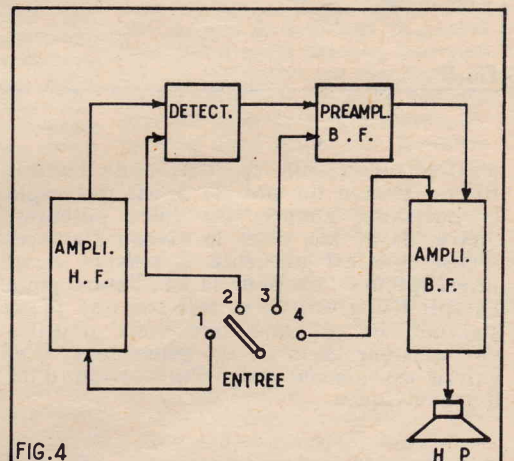

FIG. 4. — Schéma synoptique du signal-tracer.
2) D'un signal-tracer qui comporte (figure 4) :